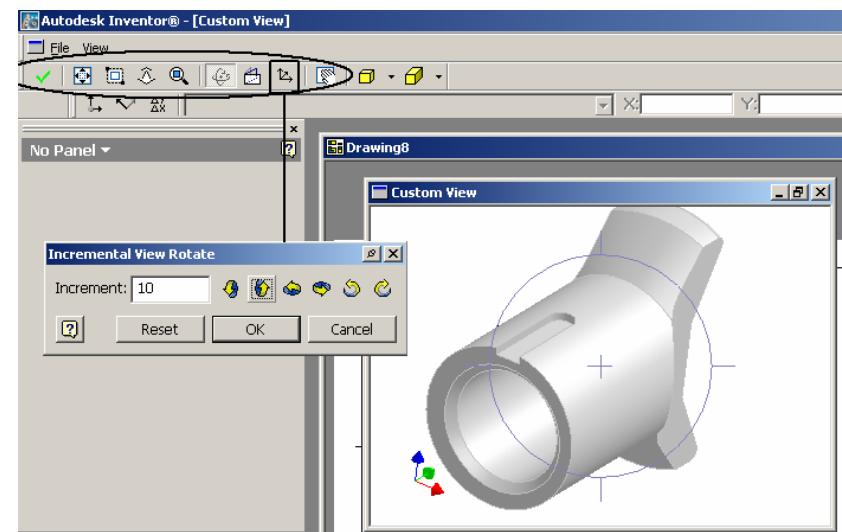

Figura 5.7.1.
- orientarea piesei se va impune prin opțiunea **Current** (afișarea orientării curente a piesei); definirea orientării curente se declanșează prin punctarea butonului **Change View Orientation**, figura 5.2.1, care activează fereastra **Custom Views** dotată cu instrumente de modificarea a orientării din figura 5.7.1; instrumentul **Rotate at Angle**, permite chiar rotirea în direcția specificată de icoanele direcționale cu un increment unghiular specificat; după definitivarea poziției spațiale, se revine în fereastra **Drawing View** prin punctarea icoanei „√” sau prin opțiunea **Exit** a meniului **File**; pentru aplicația prezentă se va impune orientarea aproximativă din figura 5.7.1, fără a insista pe o poziție precisă definită spațial.